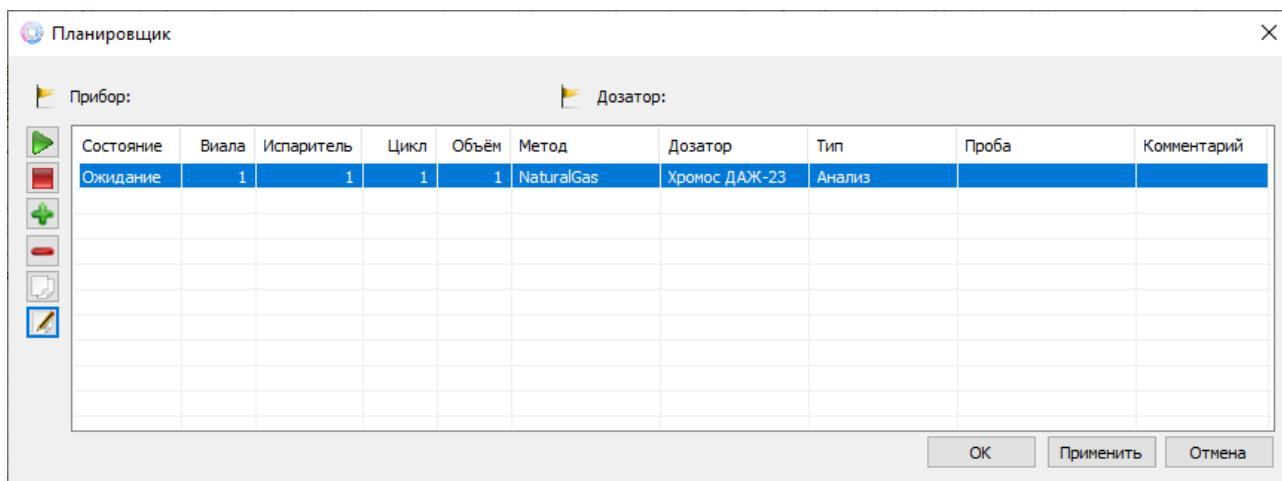

Рис. 41: Окно планировщика
Для автоматизации работы приборов можно использовать планировщик. В планировщике(Рис. 41) можно создать и запустить серию измерений для анализа или градуировки. Окно планировщика содержит индикаторы подключения хроматографа и дозатора, а также отображает информацию о серии анализов.
1. На панели управления нажмите **Планировщик**. Откроется окно **Планировщик** (Рис. 41).